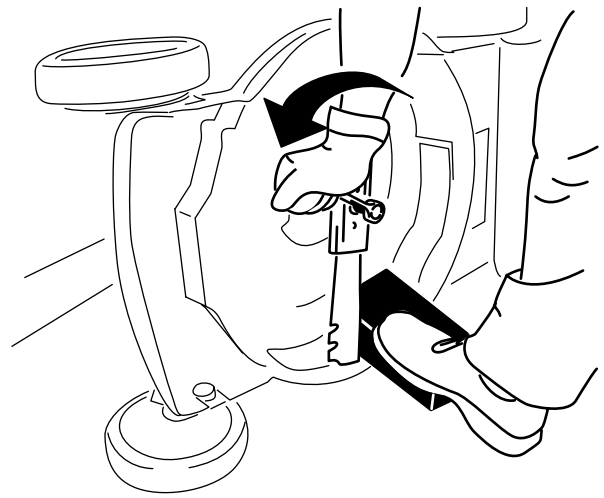

Figure 20
3. Immobilisez la lame avec un morceau de bois (Figure 20).
4. Déposez la lame mais conservez les fixations (Figure 20).